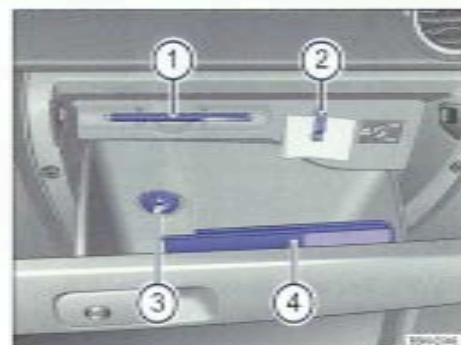

Fig. 114 Rangement ouvert côté passager avant.
Légende de la fig. 114 :
Le Livre de Bord se trouve dans le rangement et il est conseillé de toujours ranger le Livre de Bord dans ce casier $\Rightarrow$ fig. 114 ④.